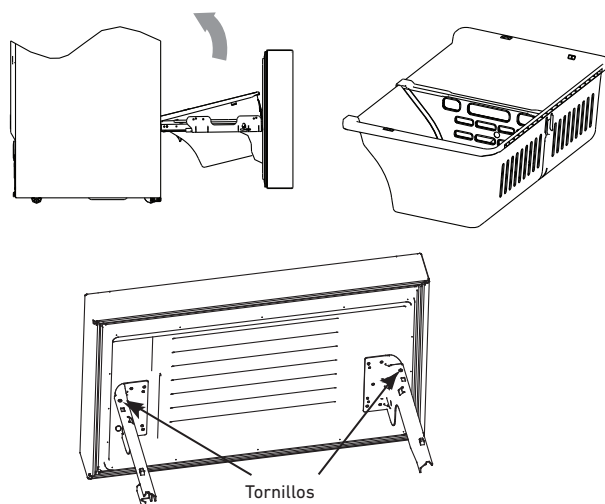

Figura 9
- 5) Quite los tornillos de los rieles laterales derecho e izquierdo con un destornillador y pida a otra persona que sujete el cajón del congelador para ayudarle. Consulte la Figura 9.